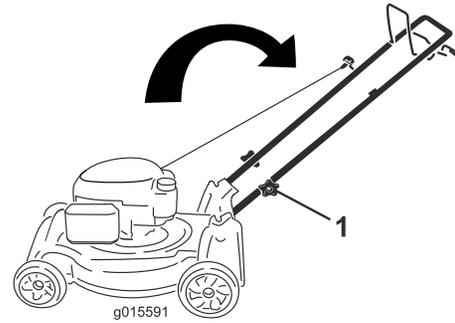

Figura 31
1. Afloje los pomos del manillar hasta que pueda mover el manillar libremente (Figura 31).
1. Pomo del manillar (2)
2. Mueva del manillar hacia adelante según se indica en Figura 31.